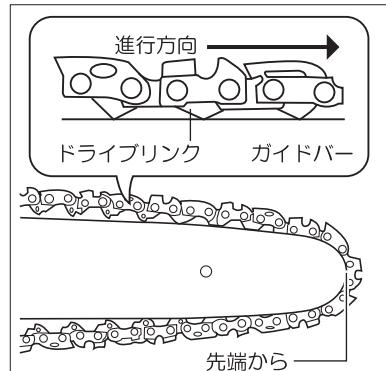

図9
- ガイドバーの先端からソーチェーンのドライブリンクをガイドバーの溝にはめ込みます。(図9参照)